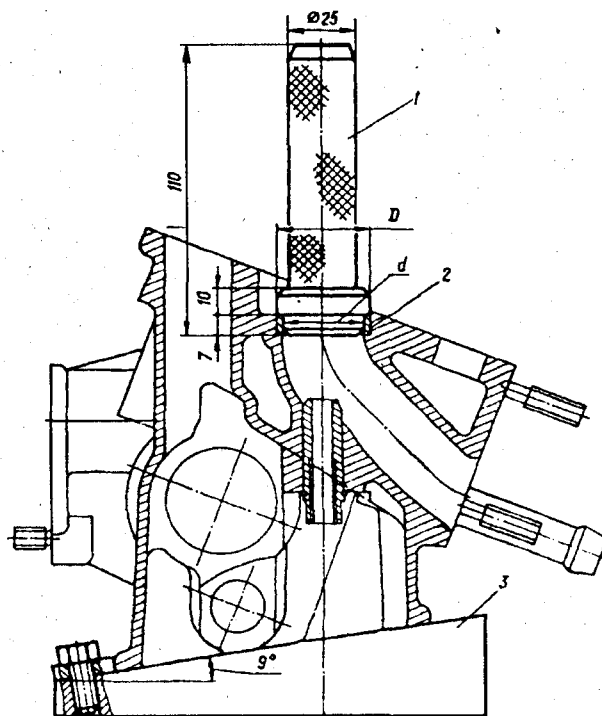

Рис. 2.45. Оправки для запрессовки седел клапанов: 1 – оправка для седел выпускных и для седел впускных клапанов; 2 – седло клапана; 3 – подставка
- запрессовать седло при помощи оправок (рис. 2.45);